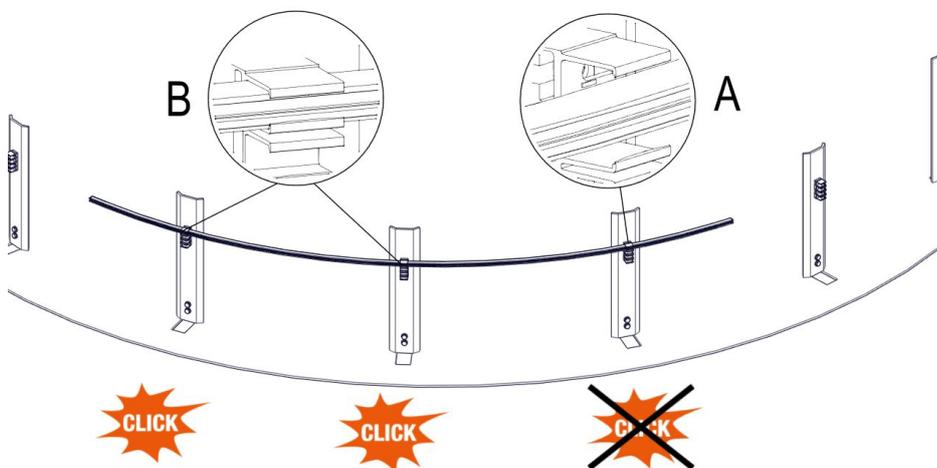

Abb. 58: Ersten Schleifleitungsbogen einhängen
→ Den ersten Schleifleitungsbogen in die Schienenhalter (B) bis auf den letzten Schienenhalter (A) einhängen. Für das Verbinden von erstem Schleifleitungsbogen und letzten Schleifleitungsbogen ist es wichtig, dass das Ende des ersten Schleifleitungsbogens noch nicht in die Schienenhalter eingehängt ist. So kann bei der letzten Verbinderstelle die Flexibilität genutzt werden (siehe Abb. 58).